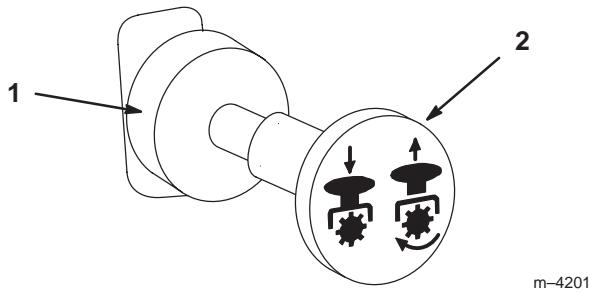

Figure 17
3. Tirez sur la commande de prise de force (PdF) pour embrayer la PdF (Fig. 17).
1. Repoussez la commande de PdF pour débrayer la prise de force (Fig. 17).